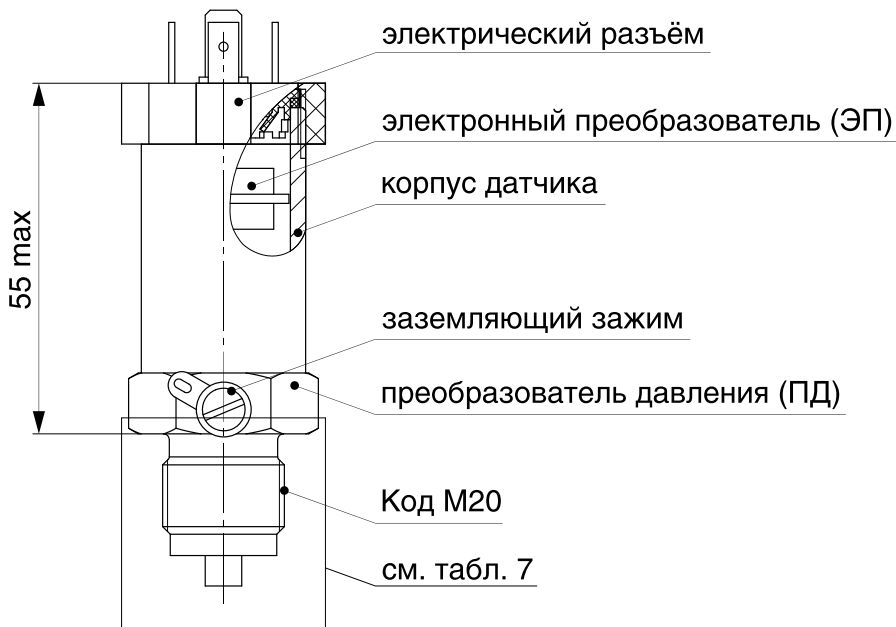

Рисунок 2 — Габаритные и присоединительные размеры
3.1 Датчики представляет собой конструкцию (см. рисунок 2), состоящую из следующих частей: